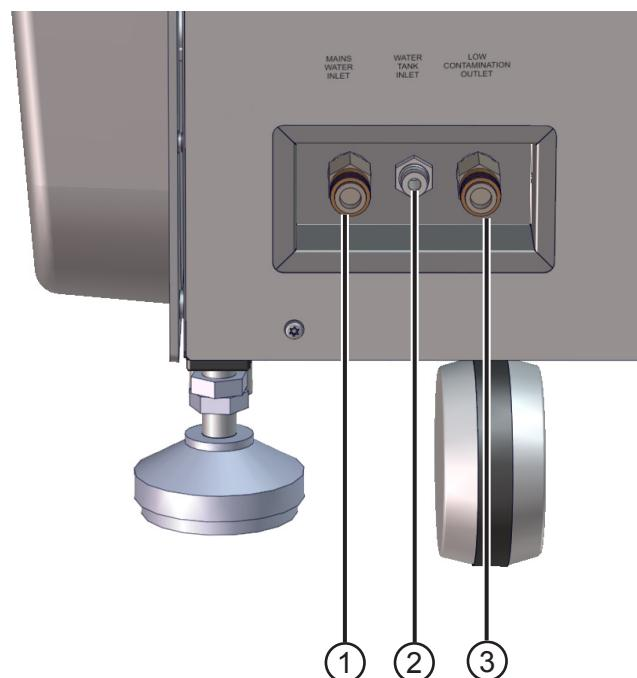

Ilustración 6 Conexiones para líquidos
El analizador dispone en la parte trasera dos entradas para la admisión del agua purificada. Ver Ilustración 6.
Inserte el tubo de color rojo de la caja de accesorios en el conector de la derecha del analizador (3). Ver Ilustración 6. Está marcado como "LOW CONCENTRATION OUTLET". Coloque el otro extremo del tubo directamente al desagüe en caso de que la legislación del país lo permita. En caso contrario coloque un depósito externo y conecte el tubo en su interior.